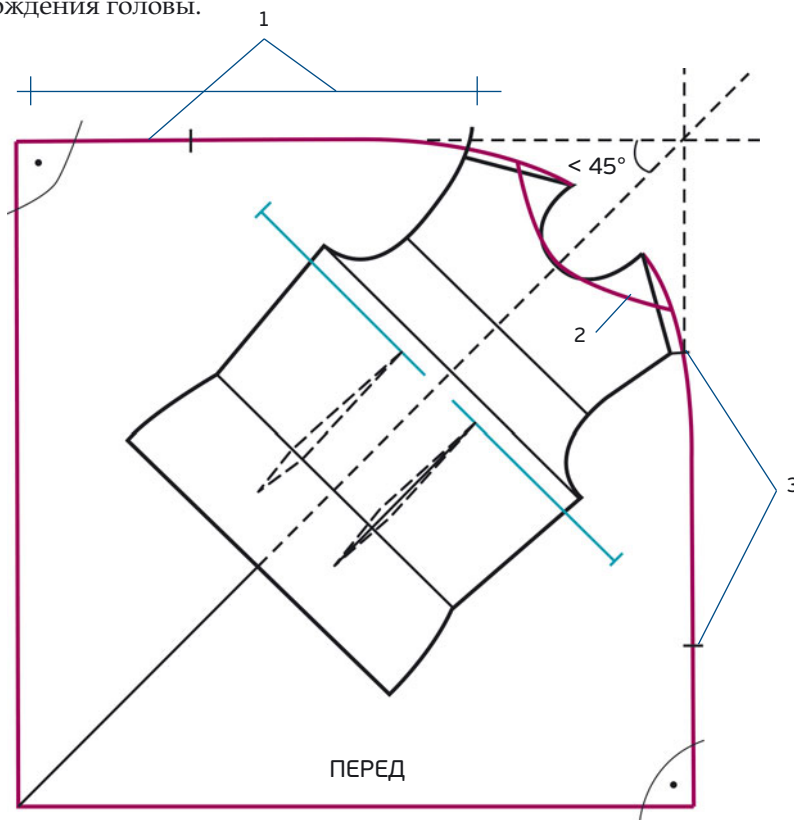

РИС. 1
1. Начертите прямую под углом в 45° (настоящая косая), затем разместите базовую выкройку как указано на рис. 1 (здесь выкройка раскрыта, но можно начертить ее по сгибу). Начиная от плеча на правой стороне, нанесите мерку длины руки плавной линией и закончите горизонтальной прямой. Закройте построение прямым углом. Это очень важно для того, чтобы получить прямую линию на боку плащ-накидки, без торчащего кончика после сборки. Действуйте таким же способом на левой стороне.